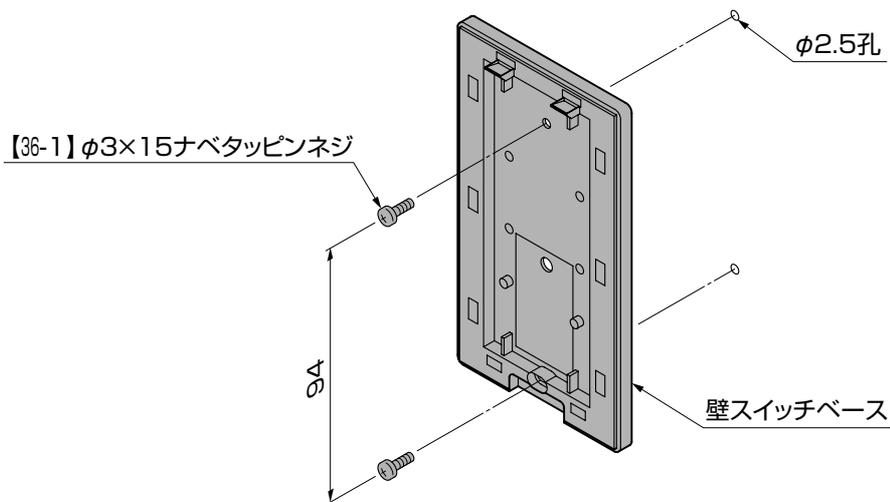

図10-3
- ④壁スイッチベースを目隠材などシャッター開閉が確認できる所に【36-1】で取付けてください。(図10-3参照)
- 取付箇所にφ2.5孔をあけてから取付けてください。(図10-3参照)
- ⑤スイッチ本体をベースに取付けてください。